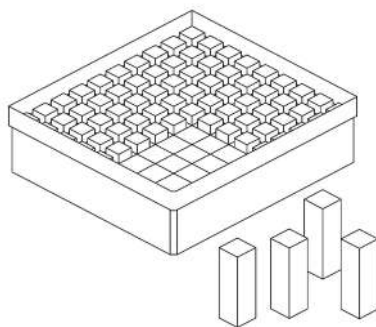

Рис. 116. Штитив для
1. **Штитив для кюветы** (рис. 116). Применяется для хранения и перевозки спектрофотометрических кювет. Очень удобен для проведения серийных испытаний, для одновременного заполнения нескольких кювет из многоканальных дозаторов. С его помощью можно сразу обработать большое количество образцов в одинаковых условиях: поставить штатив с кюветами на мешалку, орбитальный встряхиватель, в баню, инкубатор, морозильник. Штитив изготавливается из полипропилена.